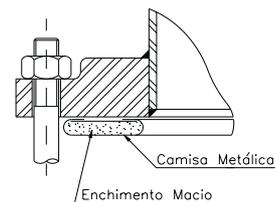

Figura 2
- **Tipos 923 (Figura 2) e, de preferência 927 (Figura**